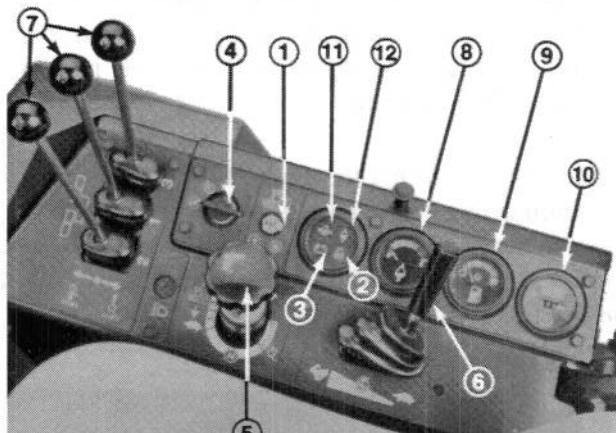

Figure 9
**Commande d'engagement des unités de coupe** (Fig. 9)—pour démarrer et arrêter les unités de coupe. Soulever et déplacer la commande en avant pour actionner les unités de coupe.
**Voyant de préchauffage** (Fig. 9)—assure automatiquement la durée de préchauffage appropriée quand la clé de contact est placée sur ON (MARCHE). S'allume quand les bougies de préchauffage sont en circuit. Le témoin s'éteint quand les bougies sont suffisamment chaudes pour signaler que le moteur est prêt à démarrer.
**Voyant de charge** (Fig. 9)—s'allume en cas de défaillance du circuit de charge.
**Commutateur à clé** (Fig. 9)—trois positions: OFF (ARRET), ON (MARCHE) et START (DEMARRAGE). Tourner la clé à la position START, puis la relâcher quand le moteur démarre. Pour arrêter le moteur, tourner la clé sur OFF.
**Commande de vitesse des cylindres** (Fig. 9)—tourner le bouton dans le sens des aiguilles d'une montre pour augmenter la vitesse des cylindres et dans le sens inverse des aiguilles d'une montre pour diminuer la vitesse des cylindres ou actionner le rodage.
**Manette des gaz** (Fig. 9)—déplacer la manette en avant pour augmenter le régime du moteur et en arrière pour le diminuer.
**Manettes de relevage des unités de coupe** (Fig. 9)—les deux manettes extérieures relèvent et abaissent les deux unités de coupe extérieures. La manette centrale relève et abaisse l'unité de coupe centrale. Le moteur doit tourner pour abaisser les unités de coupe. Les cylindres s'arrêtent automatiquement quand les unités de coupe sont relevées. Pour abaisser les unités de coupe, toucher brièvement les manettes.
**Thermomètre de liquide de refroidissement** (Fig. 9)—indique la température du liquide de refroidissement moteur.
**Jauge de carburant** (Fig. 9)—indique la quantité de carburant dans le réservoir.
**Compteur horaire** (Fig. 9)—indique le nombre d'heures de fonctionnement de la machine.
**Voyant de pression d'huile moteur** (Fig. 9)—indique une baisse de pression dangereuse.
**Voyant de surchauffe du liquide de refroidissement** (Fig. 9)—le voyant rouge s'allume et le moteur s'arrête quand la température dépasse 110°C.